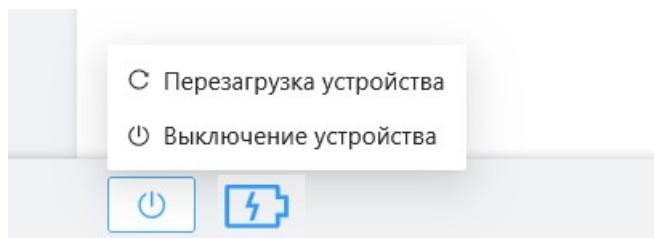

Рисунок 14
3.9.1. В левом нижнем углу окна СК расположены кнопка выключения и перезагрузки  и индикатор аккумуляторной батареи (далее – АКБ) . При нажатии с помощью манипулятора на кнопку выключения и перезагрузки  открывается меню согласно рис. 14.